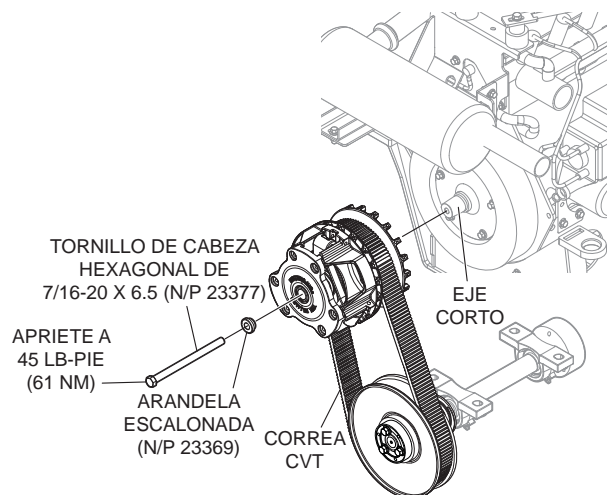

Figura 25. Instalación del conjunto de embrague
2. Una vez que se haya colocado la correa CVT en las ranuras de la polea superior, monte el conjunto de embrague Hilliard en el eje corto usando el tornillo de retención del embrague de 7/16-20 x 6.5", N/P 23377, (**aplique Loctite™ azul #242 (N/P 1477) al tornillo de retención del embrague**) y a la arandela escalonada de 7/16", N/P 23369). Vea la Figura 25.